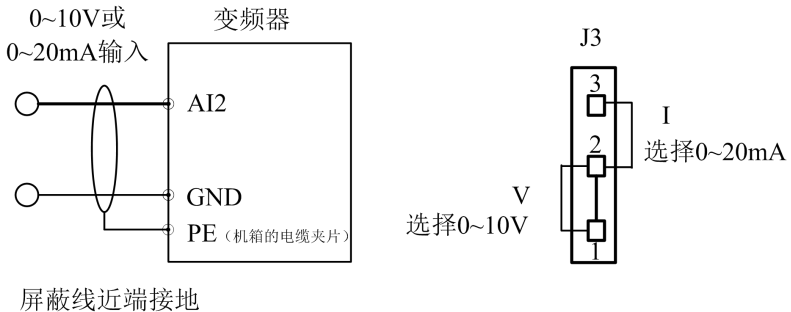

图 3-22 模拟输入端子配线图
(1) AI1端子修改接受模拟电压 (0~10V) 输入。
(2) AI2端子接受模拟信号输入, J3跳线选择输入电压 (0~10V) 或输入电流 (0~20mA)。端子线方式如图3-22: